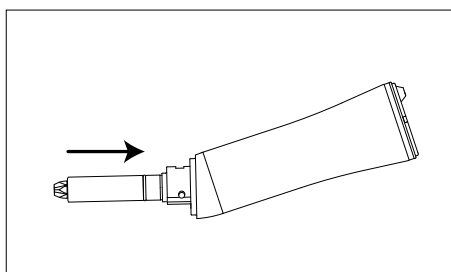

Fig. 9
- 1) Sätt in drivaxeln så den kommer i kontakt med skaftet. (Fig.9)